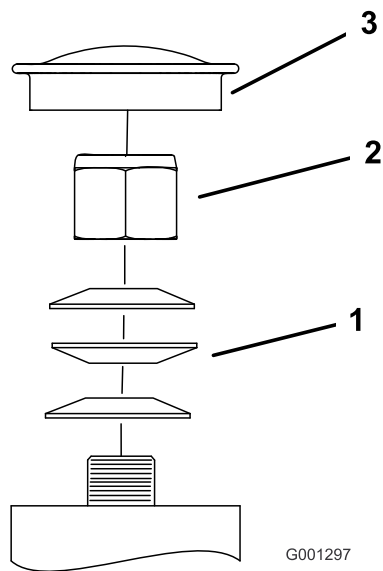

Figure 59
3. Déposez le capuchon protecteur de la roue pivotante et serrez le contre-écrou (Figure 59).
4. Continuez de serrer le contre-écrou jusqu'à ce que les rondelles élastiques soient aplaties, puis desserrez-le d'un quart de tour pour obtenir la précharge correcte des roulements (Figure 59).
- Important:** Veillez à placer les rondelles élastiques correctement, comme montré à la Figure 59.
5. Reposez le capuchon protecteur (Figure 59).